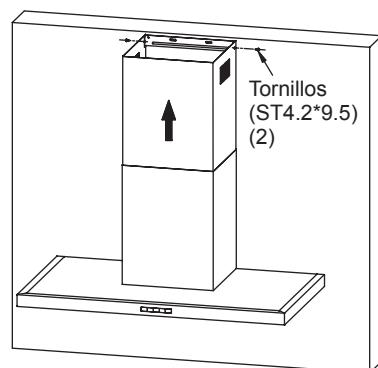

Fig.7
- Sujetar la extensión de la chimenea (Fig. 7).